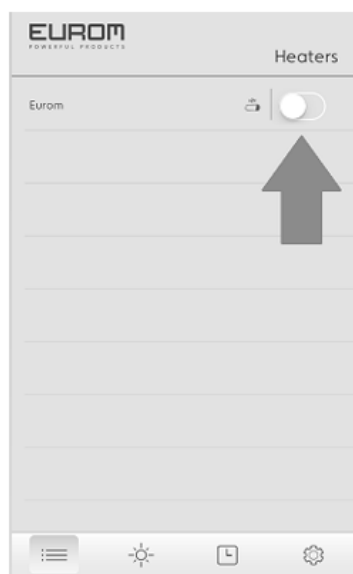

Figure 2
- Um das Gerät einzuschalten, schieben Sie den Balken nach rechts (Abb. 2)